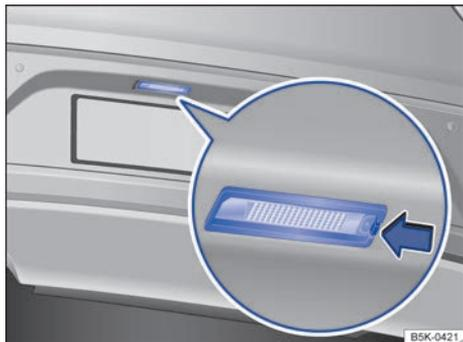

Fig. 198 En el paragolpes trasero: luz de matrícula.
- 2 Presione la pestaña de encastre de la unidad de iluminación en el sentido de la flecha → fig. 198.